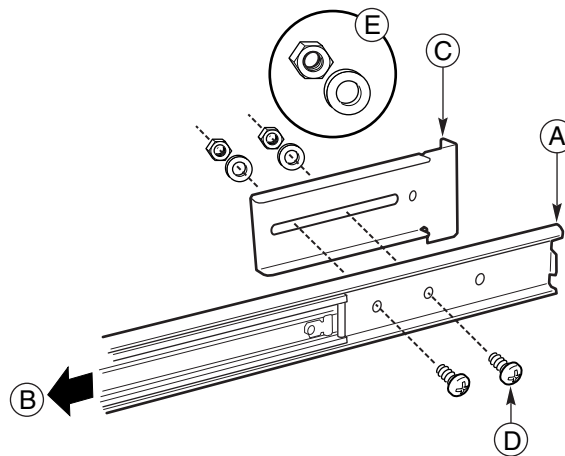

Figura 7 Alineación correcta del tornillo, arandela, tuerca, soporte y conjuntos de rieles corredizos (FR/RL)
2. Extienda el miembro intermedio hacia fuera del miembro exterior de manera que se obtenga acceso completo a la parte posterior del miembro exterior. La letra B de la Figura 7 muestra la dirección en la cual debe extenderse el miembro intermedio. En el lado derecho del conjunto de rieles corredizos, note que puede obtenerse acceso a los tres orificios de tornillos del miembro exterior.
5. Coloque los tornillos en los tres orificios frontales desde la parte interior del miembro exterior y asegúrelos ligeramente con una arandela y tuerca. La alineación correcta del tornillo, arandela, tuerca, soporte y conjunto de rieles corredizos se muestra en la Figura 7.